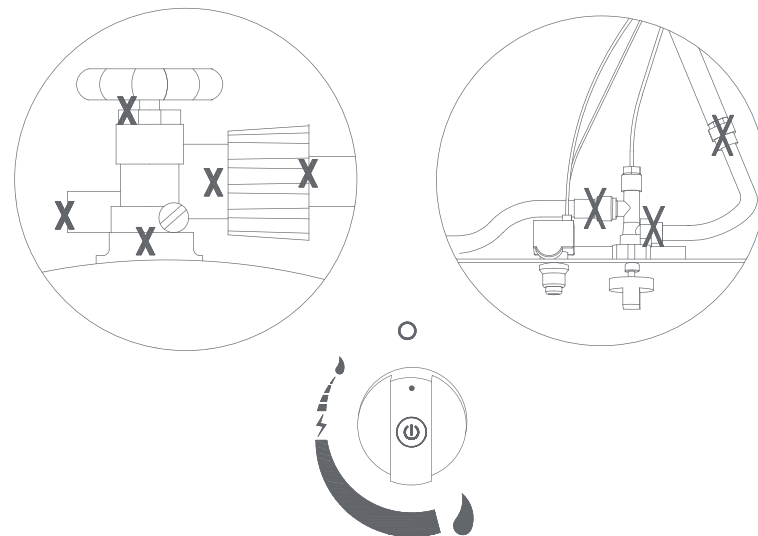

Figura 1
- Asegúrese de que las perillas de control están en la posición "O"; (Figura 1)